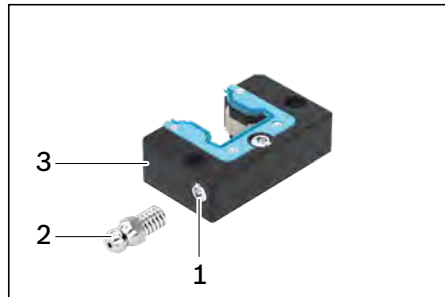
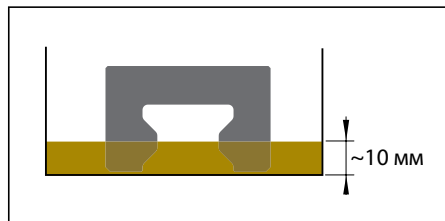

Рисунок 1
Рисунок 2
- ▶ Удалить резьбовой штифт из смазочного отверстия (рис. 1, поз. 1) и отложить в сторону.
- ▶ Ввинтить шприц-масленку (2).
- ▶ Уложить торцевой смазочный узел (3) плашмя, заполнить узел маслом в соответствии с таблицей 2, и оставить его лежать припл. на 36 часов.
- ▶ Для типоразмера 20, низкая каретка: торцевые смазочные узлы поставить припл. на 36 часов, в ванночку, наполненную маслом с глубиной 10 мм (смотри рисунок 2).
- ▶ Пополнение смазкой торцевого смазочного узла типоразмера 20, низкого, невозможно через смазочный фитинг (см. рис. 2).